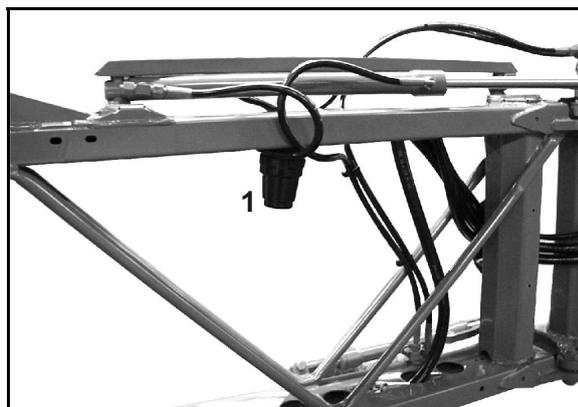

Рис. 161
- Очищайте линейный фильтр (Рис. 161/1) каждые 3–4 месяца в зависимости от условий эксплуатации.